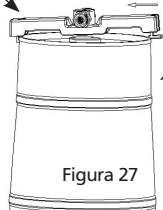

Figura 27
5. Estrarre il dispositivo di erogazione dal fusto di birra vuoto; (Figura 27)